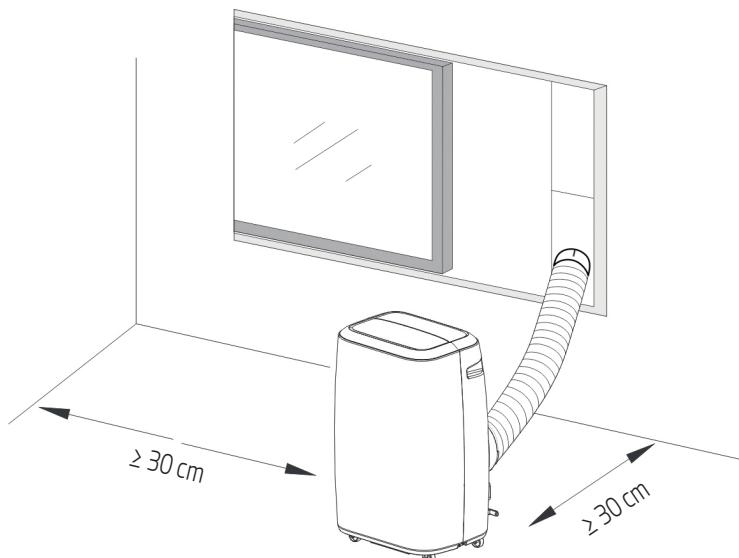

Fig. 8
- O aparelho deve ser instalado num local plano e com espaço suficiente à volta. Não bloqueeie a saída de ar e mantenha uma distância mínima de 30 cm à sua volta. (Ver Fig. 8)